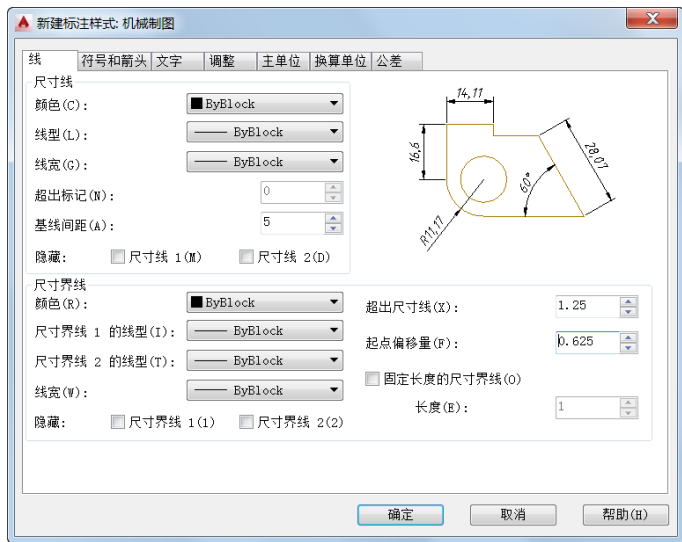

图 8-7 在“线”选项卡中设置尺寸线、尺寸界线等
- 5 切换至“线”选项卡，设置图 8-7 所示的选项和参数。